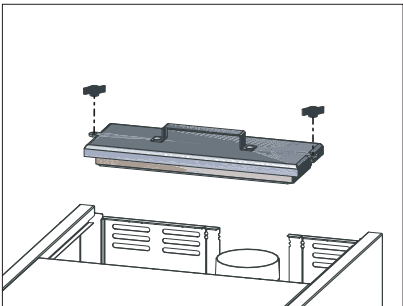

Fig. 66 Retirer le couvercle
- Désolidariser les raccords filetés au niveau du couvercle de nettoyage et retirer le couvercle – Fig. 66.